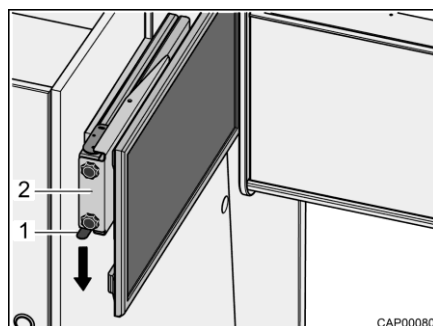

Fig. 31 Extension avec écran plat
■ Presser le ressort à cran d'arrêt (Fig. 31,1) vers le bas et extraire l'extension (Fig. 31,2) avec l'écran plat à l'horizontale en direction du centre du véhicule.
- Pousser l'extension (Fig. 31,2) avec l'écran plat à l'horizontale jusqu'en butée. Le ressort à cran d'arrêt (Fig. 31,1) s'enclenche de manière audible.